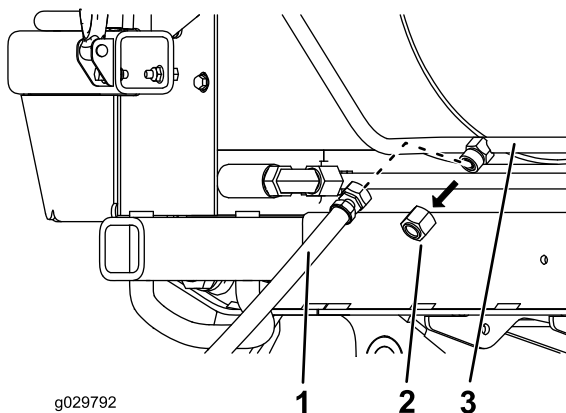

Figura 15
- A. Rimuovete il tappo dalla tubazione rigida del flessibile di ritorno del radiatore dell'olio (Figura 15).
B. Avvitare il tubo flessibile corto alla tubazione rigida (**Figura 15**).